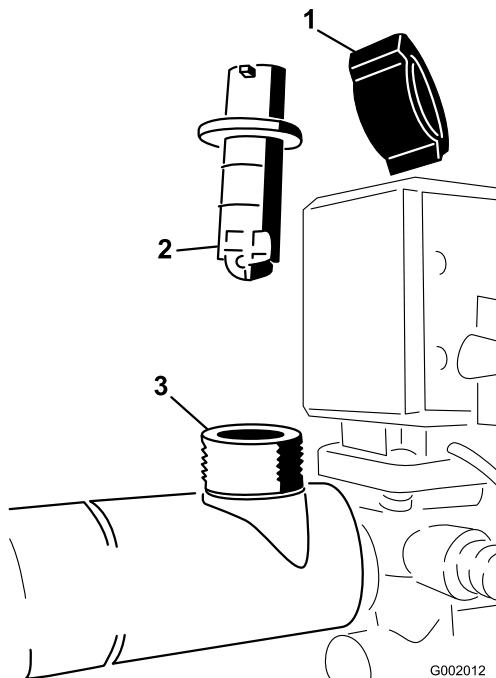

Figura 74
2. Togliete il coperchio dal corpo del flussometro (Figura 74).